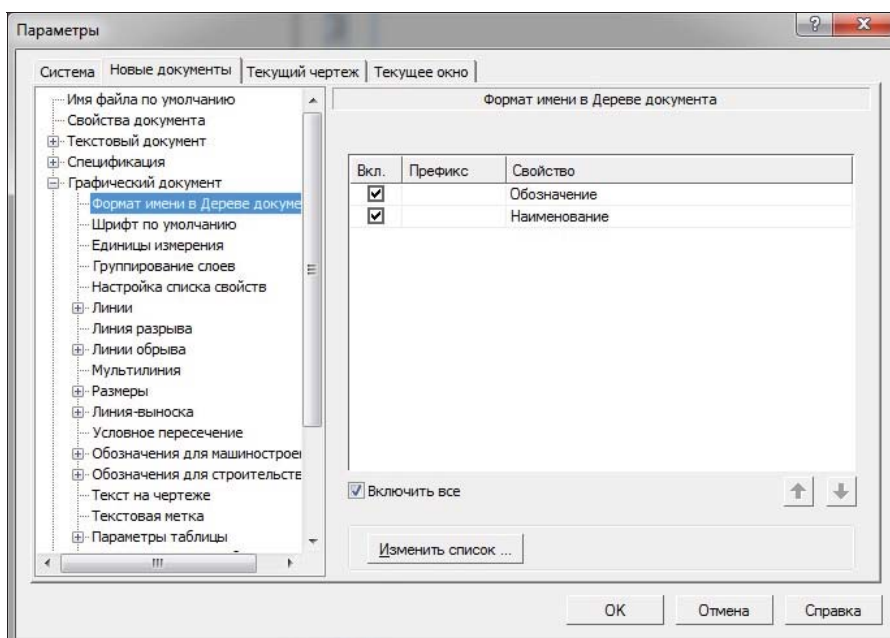

Рис. 17.13. Диалоговое окно **Параметры** с открытой вкладкой **Формат имени в Дереве документа**
- ◆ щелкните ЛК мыши по пункту **Графический документ** ► **Формат имени в Дереве документа**. В правой части появилась панель **Формат имени в Дереве документа** (рис. 17.13), где предлагается два варианта обозначения. По умолчанию поставлены флажки **Обозначение** и **Наименование**. Имеются кнопки для перемещения выделенного свойства;